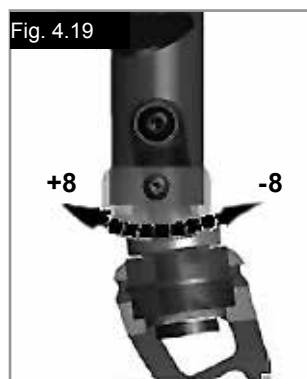

Fig. 4.19
Om de hoogte van de achterzijde van de zitting aan te passen, maakt u de 4 schroeven (1) (2 aan iedere kant) waarmee de klem (2) vast zit, los en verwijdert ze. Zet de 2 klemmen op de gewenste hoogte en plaats de 4 schroeven terug. Voordat u de schroeven weer aandraait, moet u de instructies opvolgen om de in/uit spoor naar nul te zetten (zie Fig. 4.19 - 4.20). Draai de schroeven tot 7 Nm aan.
Om ervoor te zorgen dat beide vorken parallel worden ingesteld, moet u de tanden tellen die aan beide kanten zichtbaar zijn. Nadat u de zwenkwielvork heeft ingesteld, zorgen de tanden voor een stevige positie, en kan een aanpassing van 16° met stappen van 2° worden aangebracht. Gebruik de vlakke zijde aan de voorkant van de zwenkwielvork om te controleren dat de positie een rechte hoek met de grond vormt (Fig. 4.19). Met het gepatenteerde ontwerp kan de zwenkwielvork zodanig worden gedraaid, dat het op een rechte hoek met de grond ingesteld kan worden wanneer de zithoek is aangepast.